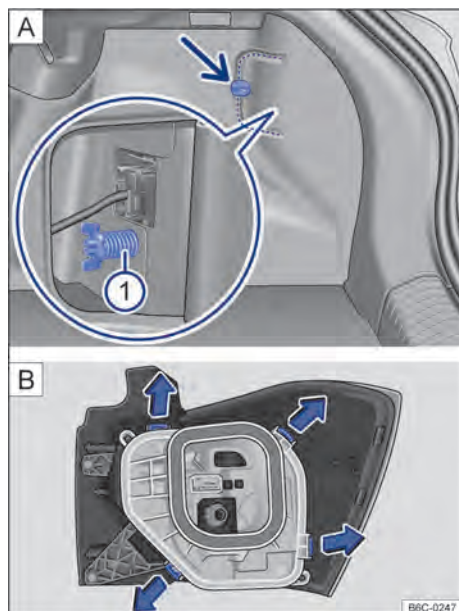

Fig. 141
3. Para abrir a cobertura da lanterna, girar a trava → Fig. 141 A (seta).
5. Soltar o parafuso borboleta ① (lupa) e retirá-lo, segurando, ao mesmo tempo a lanterna traseira.
6. Puxar cuidadosamente a lanterna traseira para fora, para desencaixá-la da carroceria → ①.
9. Para destravar o suporte das lâmpadas, pressionar cada lingueta de travamento → Fig. 141 B no sentido das setas.
15. Instalar o suporte das lâmpadas na lanterna traseira. As linguetas de travamento → Fig. 141 devem encaixar de forma audível.
18. Segurar a lanterna traseira na posição de montagem com uma das mãos e aparafusar com a outra o parafuso borboleta → Fig. 141 ①.